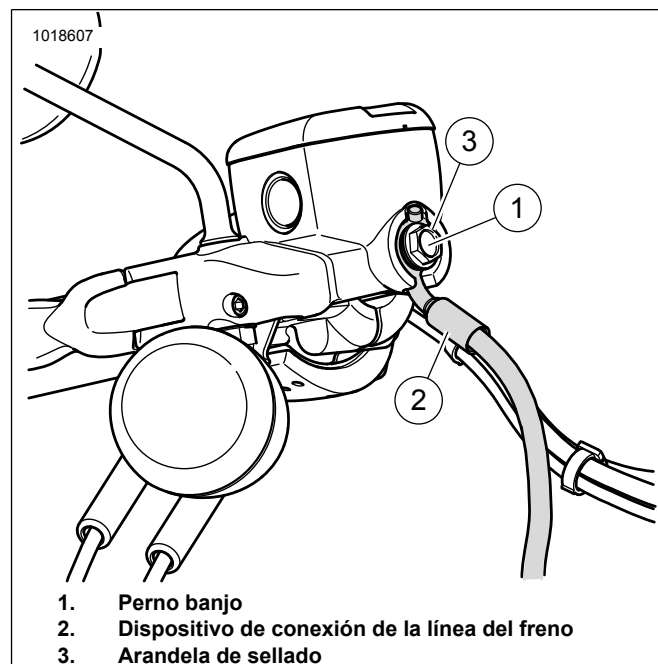
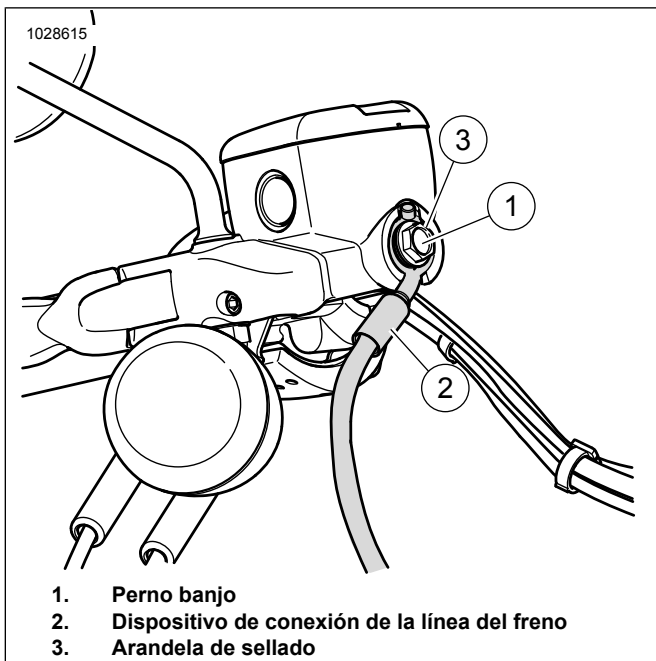

Figura 4. Dispositivo de conexión de la línea del freno, perno banjo y sello
Figura 5. Dispositivo de conexión de la línea del freno, perno banjo y sello
- a. Consulte la Figura 4 y la Figura 5. Observe que el dispositivo de conexión de la línea del freno (3) mira hacia adentro. Quite el perno banjo (1). Consérvelo para reutilizarlo. Quite las arandelas de sellado (2). Deseche las arandelas de sellado. Afloje la línea del freno en el múltiple debajo de la pieza de soporte inferior de la horquilla.